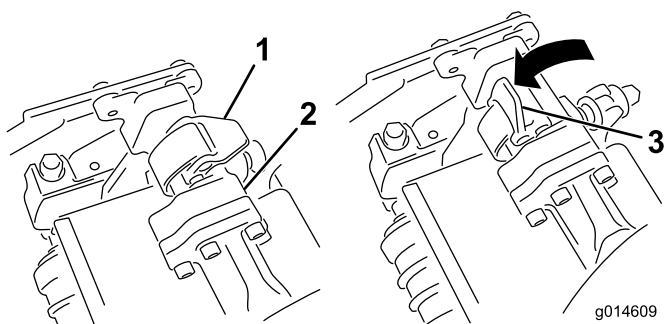
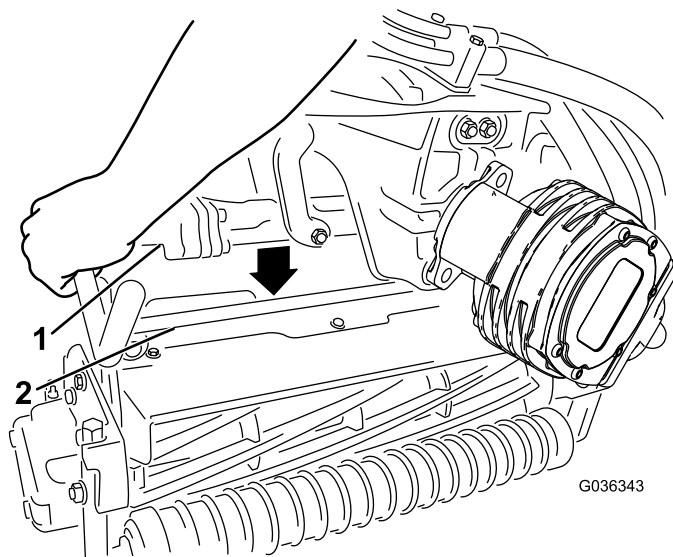

Figura 32
Figura 33
4. Con los enganches del brazo de suspensión orientados hacia arriba (es decir, abiertos (Figura 32), empuje hacia abajo el brazo de suspensión de modo que la barra encaje en la barra situada en la parte superior de la unidad de corte (Figura 33).
5. Presione los enganches hacia abajo alrededor de la barra de la unidad de corte y bloquéelas (Figura 32).
5. Abra los enganches de la barra del brazo de suspensión de la unidad de corte que está retirando (Figura 32).